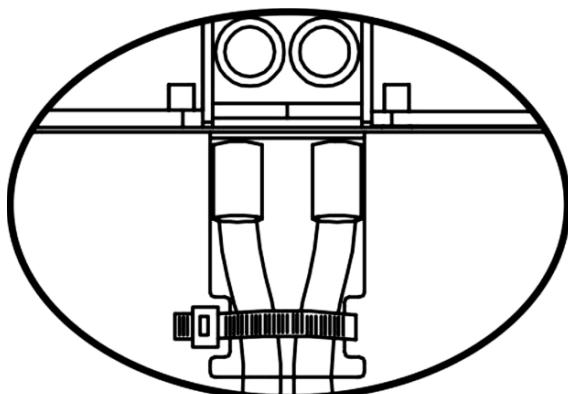

Рисунок 5.13 – Фиксация проводов АКБ.
**Шаг 7.** Закрепите провода на вспомогательной пластине с помощью кабельной стяжки (Рисунок 5.13).